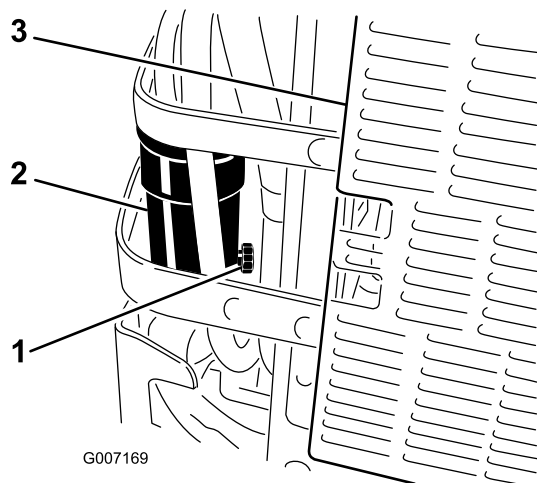

Figura 50
6. Aprite di circa un giro la valvola di spurgo sul separatore di condensa per permettere lo spurgo dell'acqua e di altre sostanze contaminanti (Figura 50).
7. Chiudete la valvola di spurgo quando inizia a fuoriuscire solamente gasolio (Figura 50).